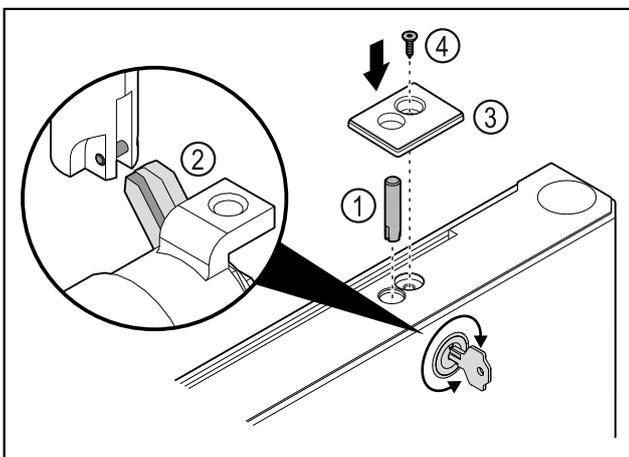

Fig. 41
- ▶ Schlossbolzen Fig. 41 (1) einsetzen.
- ▶ Schloss leicht drehen, damit Schlossbolzen Fig. 41 (2) in Schlitz von Schloss einrastet.
- ▶ Abdeckung Fig. 41 (3) einsetzen.
- ▶ Schraube Fig. 41 (4) einsetzen.